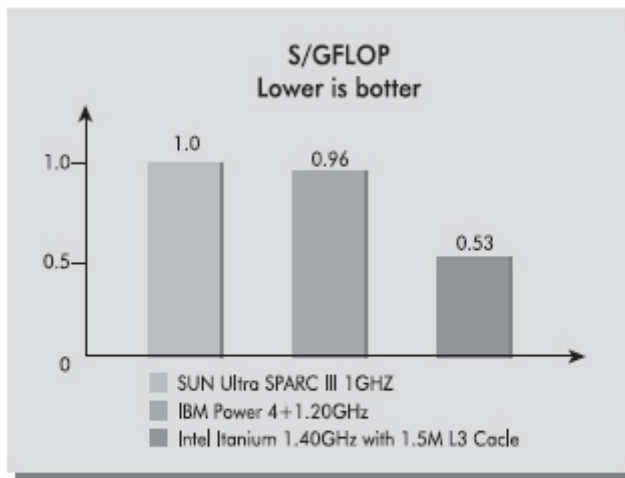

图3 1.40GHz/1.5M L3 缓存 Itanium 2 处理器领先的性价比
1.40 GHz /1.5M L3 缓存 Itanium 2 处理器是专门为 2 处理器系统优化的、面向价格低于 7000 美元的服务器和工作站、提供业界领先的价格/GFLOPS(见图 3)。